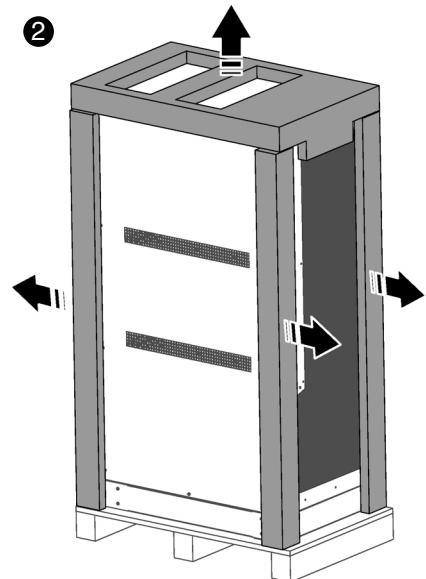

Fig. 29. Extracción de las cantoneras y funda de plástico.
- 2 Retirar las cantoneras y la funda de plástico (*Fig. 29*).